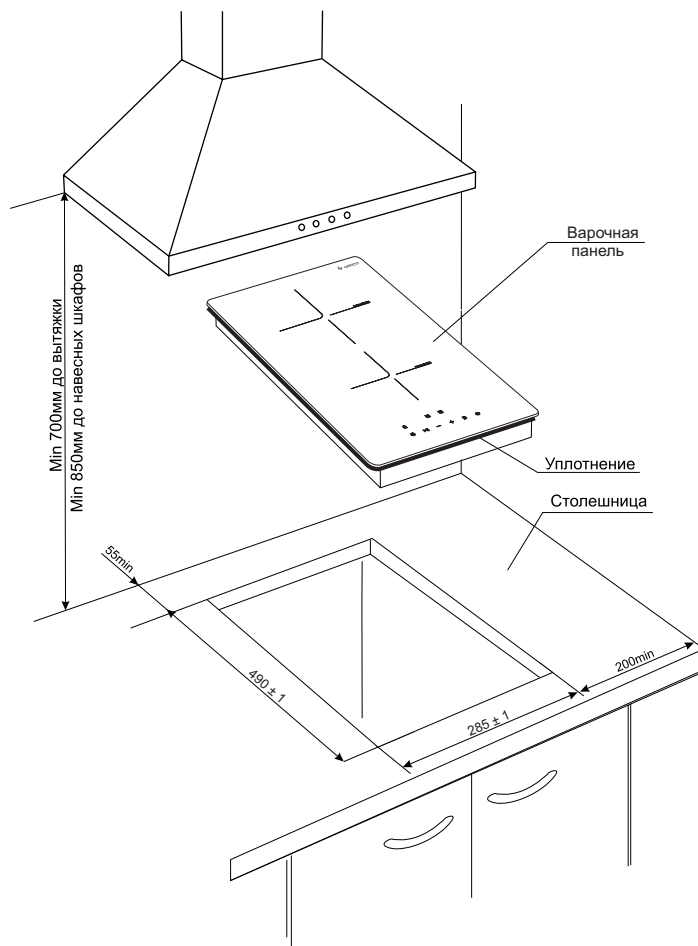

Рис. 4
1. Разметить на столешнице контур проема под варочную панель (рис. 4). Толщина столешницы - min 30 мм, max 50 мм.
3. По краю внутренней стороны стеклокерамической пластины приклеено уплотнение (рис. 4).